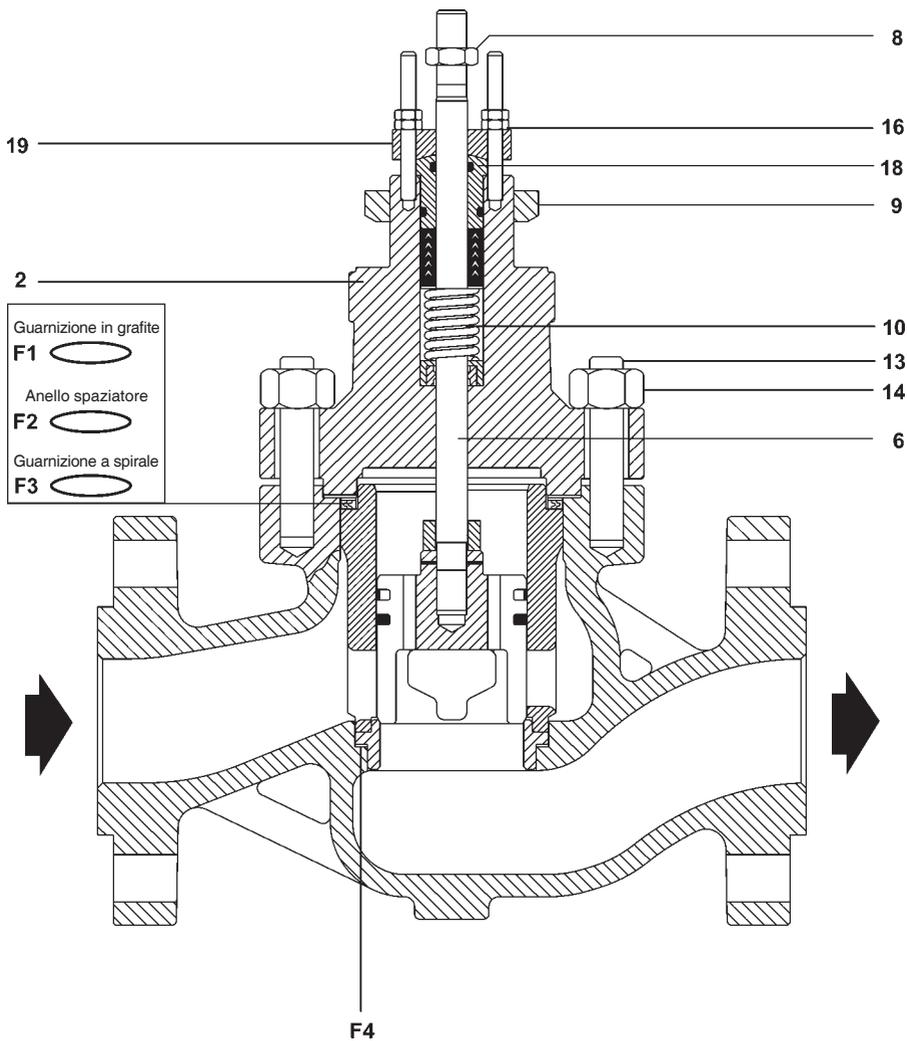

Fig. 2
10. Lubrificare le viti prigioniere (13) e serrare i dadi (14), utilizzando le adeguate procedure di imbullonatura. (fare riferimento alla tabella 1 "coppie di serraggio raccomandate" a pagina 18).
11. Installare i componenti del kit rispettando la sequenza illustrata in fig. 2. Serrare i dadi del premistoppa (16) finché la flangia del premistoppa (19) si trovi sullo spallamento della bussola del premistoppa (18).